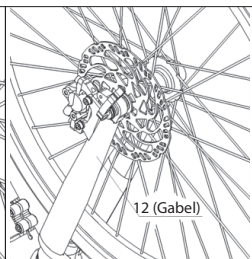

Abbildung 4-5
- Verriegeln Sie den Schnellspannhebel, wie in **Abbildung 4-5** gezeigt. Es ist viel besser, wenn der Schnellspannhebel nach oben zeigt und mit dem Gabelarm ausgerichtet ist.